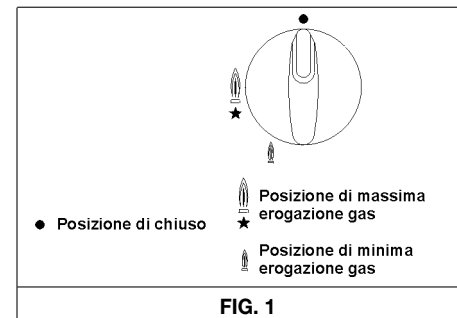

FIG. 1
Premere e ruotare in senso antiorario la manopola corrispondente al bruciatore da usarsi, portarla sulla posizione di Massimo (fiamma grande fig. 1) ed accostare un fiammifero acceso al bruciatore.
Premere e ruotare in senso antiorario la manopola corrispondente al bruciatore da usarsi, portarla sulla posizione di Massimo (fiamma grande fig. 1) quindi premere la manopola a fondo.
Con i bruciatori dotati di termocoppia di sicurezza, si deve ruotare in senso antiorario la manopola corrispondente al bruciatore da usarsi, portarla sulla posizione di Massimo (fiamma grande fig. 1) sino ad avvertire un piccolo fermo quindi premere la manopola e ripetere le operazioni indicate precedentemente.
- Quando si è giunti all'ebollizione portare la manopola in posizione di Minimo (fiamma piccola fig. 1).
- **L'accensione dei bruciatori con termocoppie di sicurezza può avvenire solamente quando la manopola è sulla posizione di Massimo (fiamma grande fig. 1).**